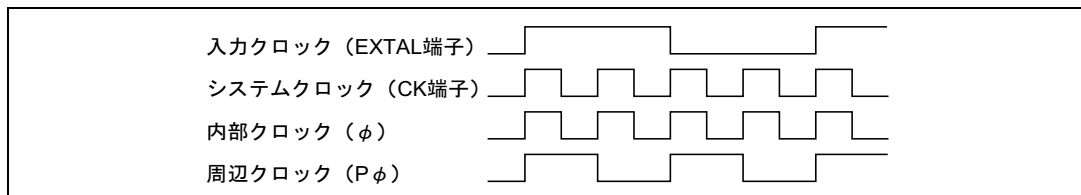

図 5.2 入力クロックとシステムクロック
また、一部の内蔵周辺モジュールは、内部クロック () を 2 分周した周辺クロック (P) で動作します。図 5.2 に各クロックの関係を示します。システムクロックは、入力クロックを PLL 通倍回路により通倍しているため、相方のクロックの位相は一意的に決まりません。